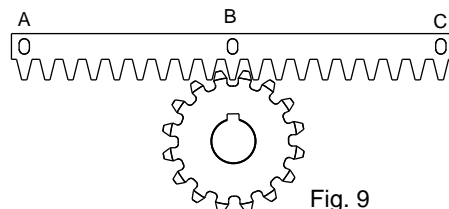
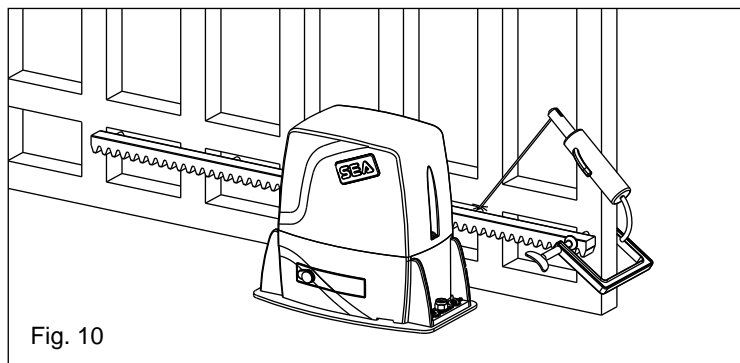

Fig. 9
Fig. 10
6.3. Poser l'élément de la crémaillère sur le pignon denté du motoréducteur de façon qu'il résulte parallèle à la guide du pavement du portail et le positionnant comme dans Fig. 9 pointer par soudure électrique le cliquet central "B" à la structure du portail (Fig. 10).